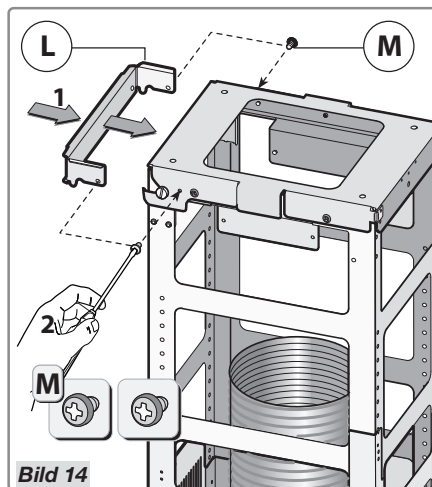

Bild 14
- Ta säkerhetskonsolen **L** och fäst den i takplattan med de två skruvarna **M** enligt bild 14 – steg 1-2.